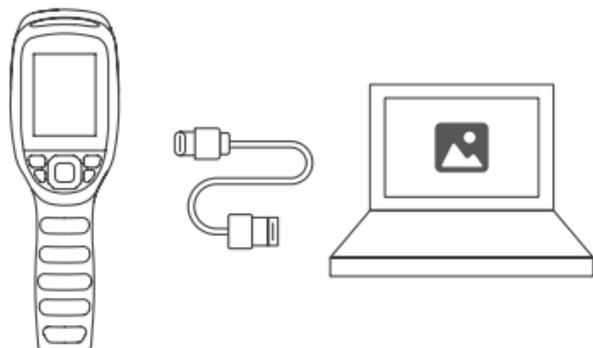

Figure 4.1
2. Connectez le TC004 à votre ordinateur avec le câble USB fourni (voir Figure 4.1.).